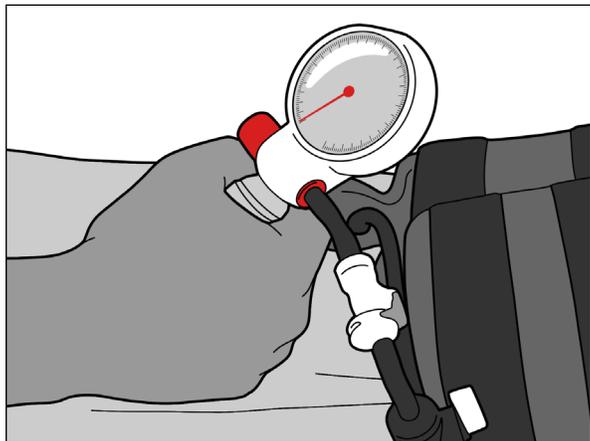

図16
3. バルブの絞りを繰り返し、ブラダーバルブを目標の圧力まで膨らませます (図16)。